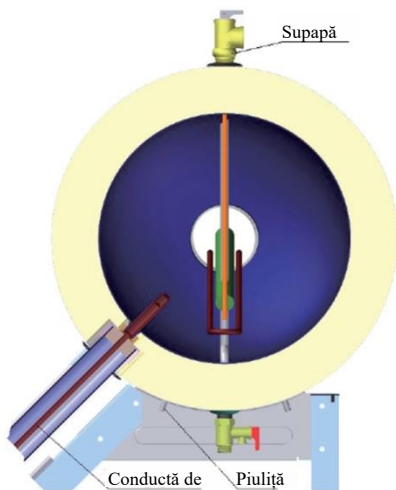

Fig.3
A. Așezați rezervorul de apă simetric pe cadrul de susținere și fixați-l cu 4 seturi de piulițe M8, a se vedea (Fig. 3)